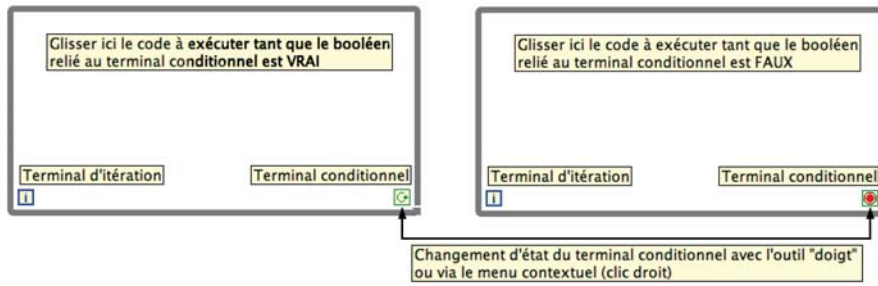

Figure 16 – La structure WHILE.
1. La structure “**WHILE**” : implémente le pseudo code “Exécuter ce qui est à l’intérieur de la boucle tant que la condition est vraie”. Cette structure est munie d’un terminal d’itération qui indique le nombre de passage dans la boucle. Un “booléen” (bouton “stop”) est automatiquement connecté au terminal conditionnel. Il peut bien sûr être remplacé par un test sur une valeur. Voir les figures 16 et 17.